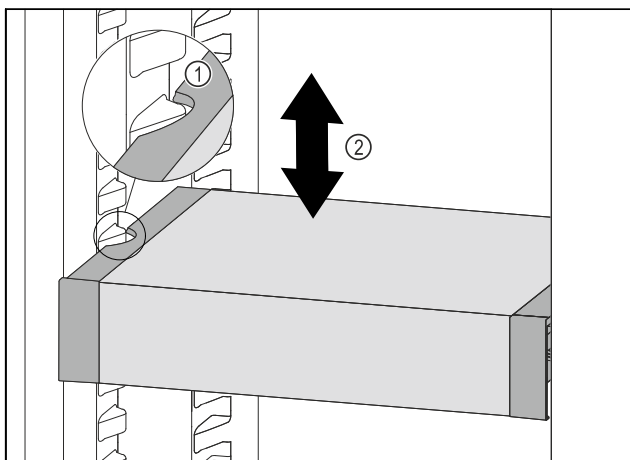

Fig. 99
- ▶ Húzza előrefelé a VarioSafe fiókot annyira, hogy a VarioSafe oldalsó kivágásai a hűtőréshöz a tartóborda magasságában legyenek. Fig. 99 (1)
- ▶ A hűtőréshöz a VarioSafe fiókot mozgassa felfelé vagy lefelé a kívánt magasság eléréséig. Fig. 99 (2)